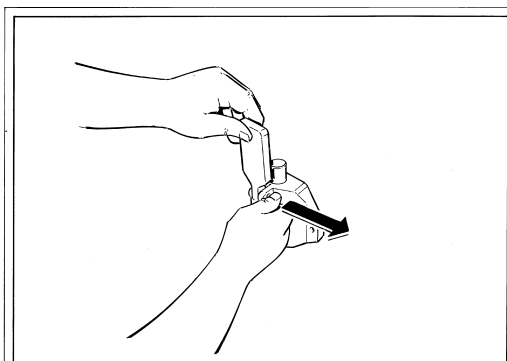
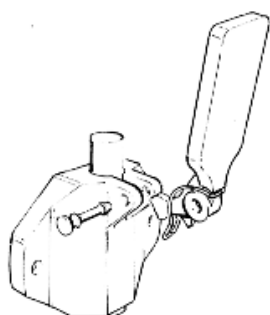

Fig. 6
Fig. 7
- Smontare il rubinetto di erogazione dalla flangia rimuovendo il perno di fissaggio (Fig. 6) in modo da poter rimuovere la leva e la sua molla e rimuovere il pistone dal suo alloggiamento (Fig. 7).